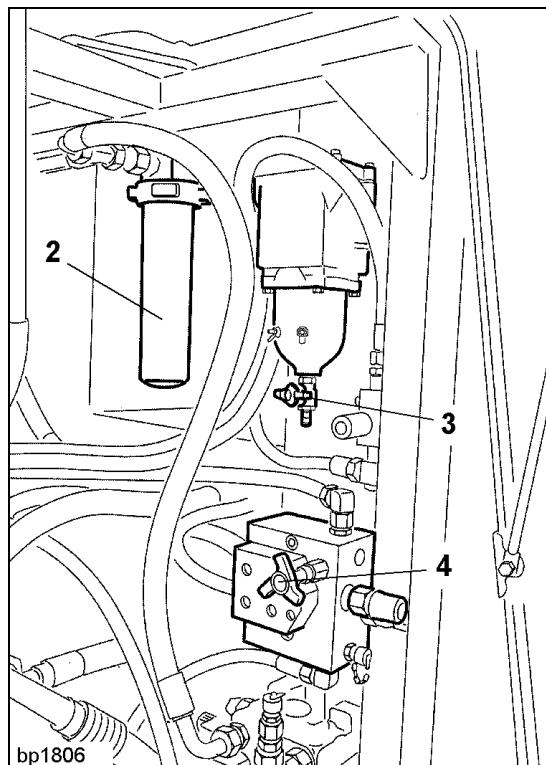

Fig. 1
- Compruebe el recipiente de sedimentación del prefiltro de combustible 3 (Fig. 1).